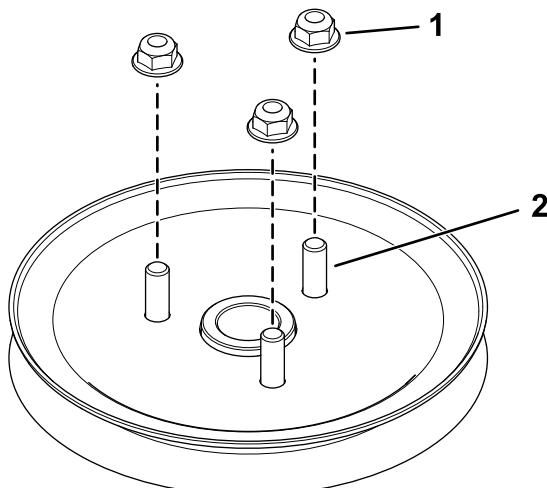

Figure 9
- Serrez légèrement les 3 écrous sur les goujons (Figure 9).